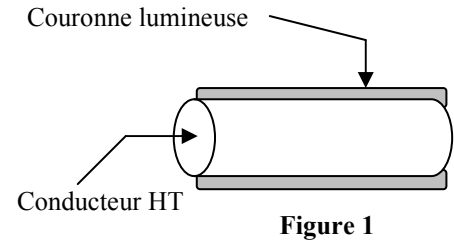

Figure 1
**I.1) Définition :** L'effet de couronne se produit sur tous les conducteurs et lignes soumis à une haute tension. Dès que le champ électrique à la surface du conducteur devient suffisamment grand (supérieur au champ d'ionisation de l'air,  $\approx 30 \text{ kV/cm}$ ), l'air s'ionise et forme autour du conducteur une couronne lumineuse (Figure 1).